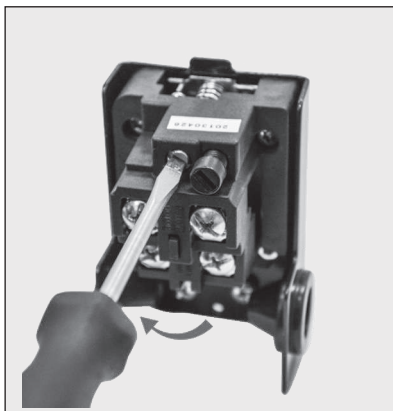

Figura 16 - Regulagem das pressões de fechamento e abertura
- ① Aumentando ou diminuindo ambas as pressões: de fechamento (liga) e de abertura (desliga), mantendo o diferencial de pressão (figura 16).
- Para AUMENTAR ambas as pressões de fechamento (liga) e de abertura (desliga), gire o parafuso metálico no sentido horário, (figura 16).